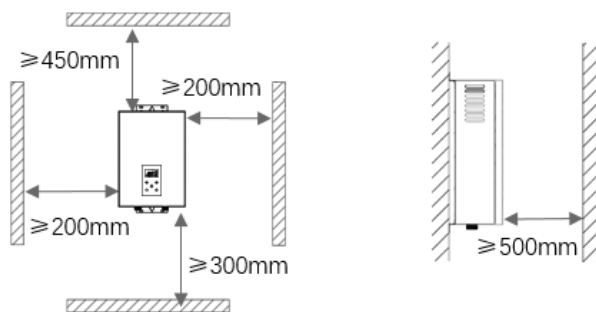

Рис. 7. Минимальные расстояния от электрического котла до поверхностей.
7.4.1. Размещение прибора на стене (Рис.7)
Прибор должен быть установлен в вертикальном положении без наклона. В соответствии с Рис. 7 просверлите установочные отверстия на стене, вставьте анкер в верхнее установочное отверстие для крепления, вставьте пластиковые дюбели в нижние установочные отверстия и закрутите саморезы.